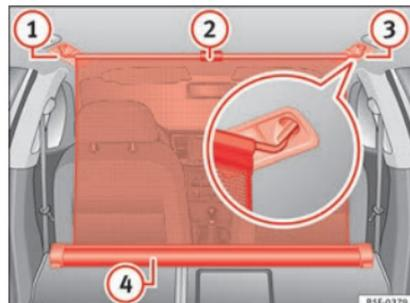

Fig. 170 Dans le coffre à bagages : filet de séparation attaché avec le dossier de la banquette arrière rabattu.
- Tirez la languette » fig. 170 ② vers le haut pour sortir le filet de la structure » fig. 170 ④.
- Attachez le filet de séparation au côté droit » fig. 170 ③ (image élargie).
- Attachez le filet de séparation dans le logement du côté gauche » fig. 170 ① en tirant la tringle.
Le filet de séparation est monté correctement lorsque les extrémités en forme de T sont fermement attachées dans les logements correspondants » fig. 170 ③ et ①.
- Enroulez le filet dans la structure » fig. 170 ④ en la déposant manuellement.